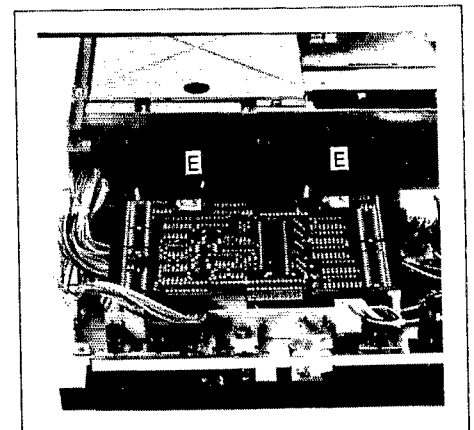

Fig. 2.6
- Auf der linken Seite die beiden Befestigungsschrauben des Mikroprozessorprints (E) lösen (Fig. 2.6).
- Unfasten the two mounting screws of the microprocessor circuit board (E) on the left-hand side (Fig. 2.6).
- Retirez, sur le côté gauche, les 2 vis de fixation du circuit du microprocesseur (fig. 2.6).
- Bedienungseinheit auf die Frontseite legen und Mikroprozessorprint ausbauen (2 Schrauben lösen, Fig. 2.6).
- Place operating unit on its front and remove micro-processor circuit board (unfasten 2 screws, Fig. 2.6).
- Démontez le circuit du microprocesseur de l'unité de commande (fig. 2.6).
- Démontez les pinces de fixation (E) du circuit d'affichage qui peut alors être extrait, avec précaution, par le haut.